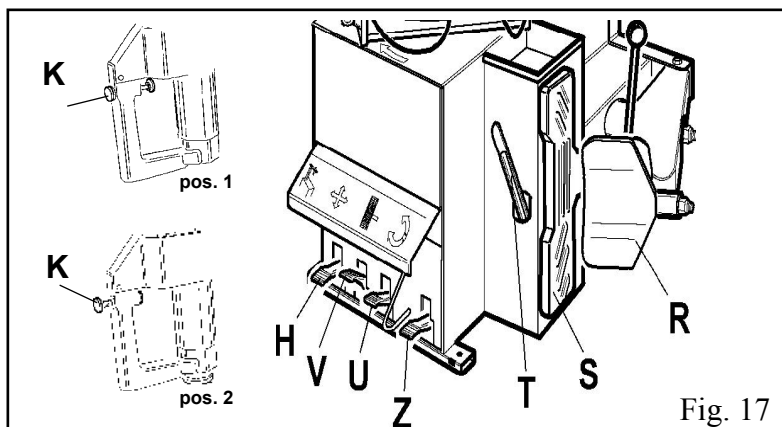

Fig. 17
- En tenant le levier dans cette position, faire tourner le plateau (L) dans le sens horaire en appuyant sur la pédale (A) jusqu'à ce que le pneu sorte complètement de la jante (fig. 17)
- S'il y a une chambre à air, il faut basculer le bras vertical (T), sans débloquent le bras opérateur, et l'enlever du pneu.